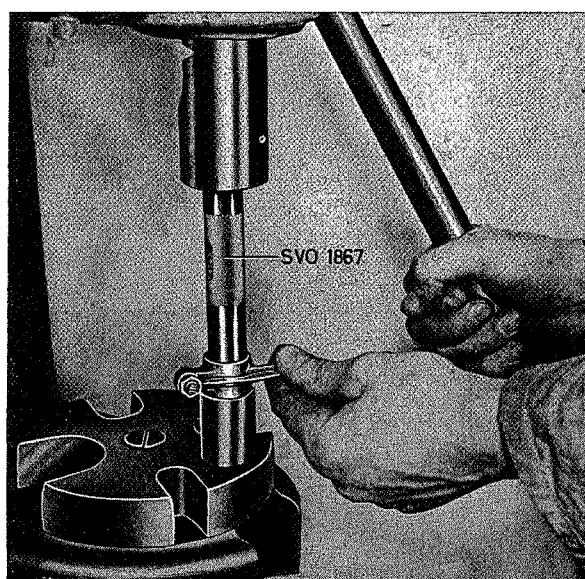
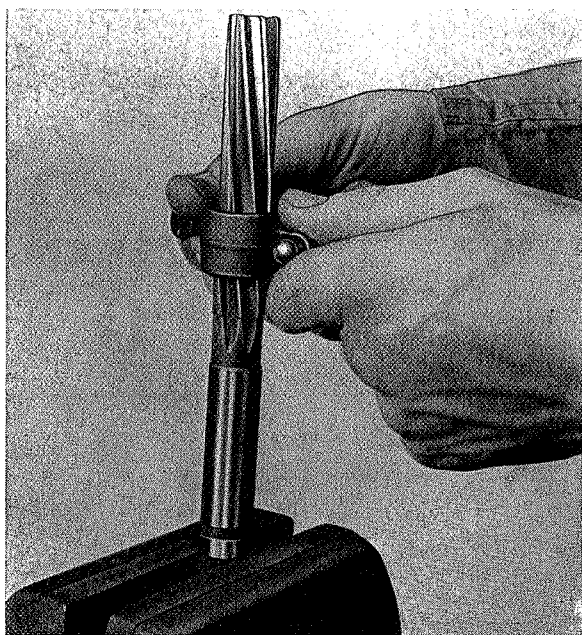

Fig. 2-26. Het vernieuwen van de tuimelaarbus
Fig. 2-27. Het ruimen van de bus
1. Indien de slijtage bijna 0,1 (0.004") bedraagt, moet de tuimelaarbus vernieuwd worden. Gebruik drijver SVO 1867 om de bus uit en in te persen; zie Fig. 2-26. Ruim dan de bus met een geschikte ruimer, totdat een nauwkeurige passing op de as is verkregen; zie Fig. 2-27. Het gat in de bus moet in lijn liggen met het gat in de tuimelaar.